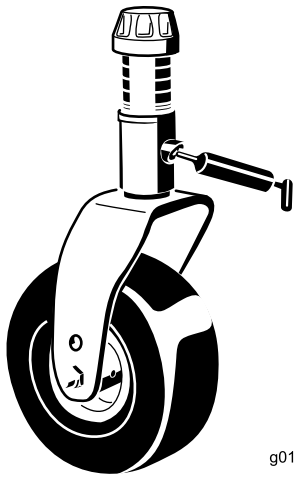

Figura 81
- Casquillo del eje de la horquilla de la rueda giratoria (1) (Figura 81)
- Casquillo del pivote del brazo tensor (1) – situado en el brazo tensor